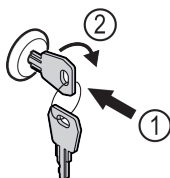

Fig. 115
- ▶ Inserire la chiave Fig. 115 (1).
- ▶ Ruotare la chiave di 90° in senso orario Fig. 115 (2).